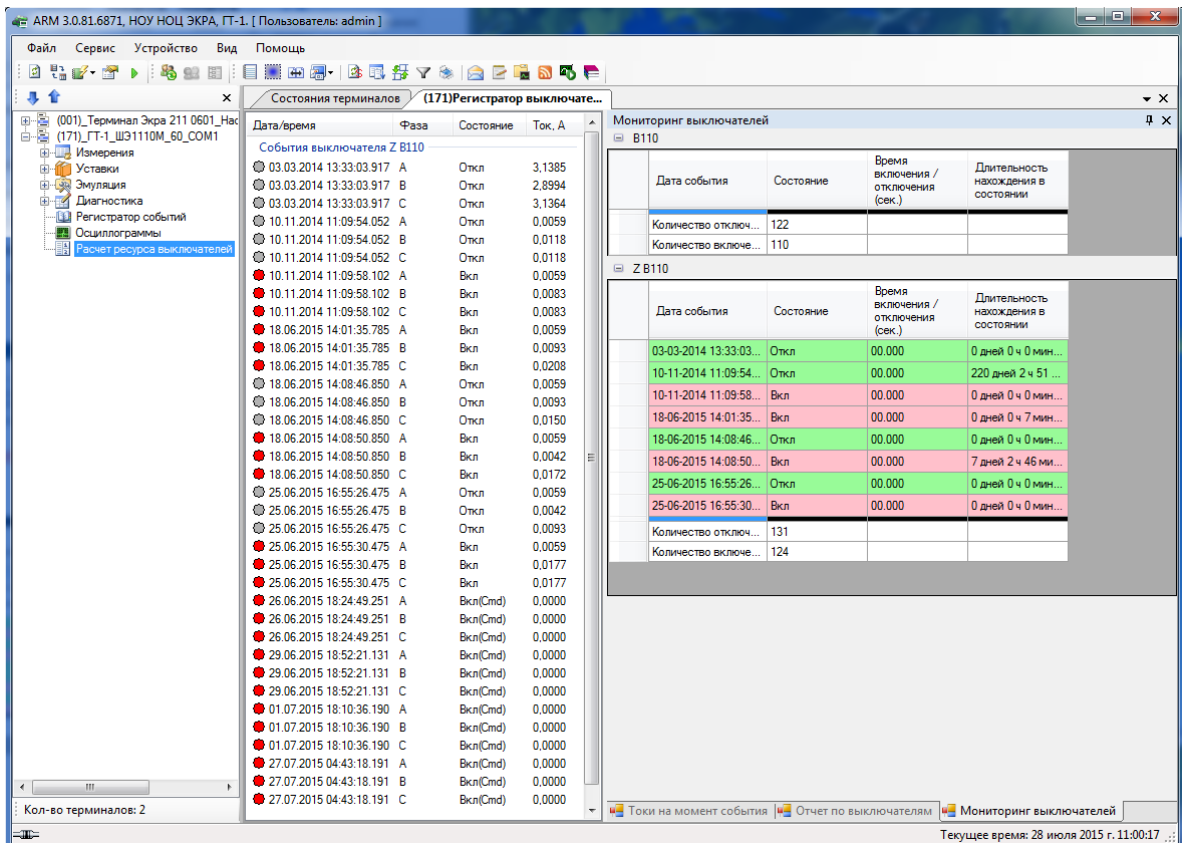

Рисунок 2.128
– Мониторинг выключателей – отображает временные параметры выключателей (см. рисунок 2.128).